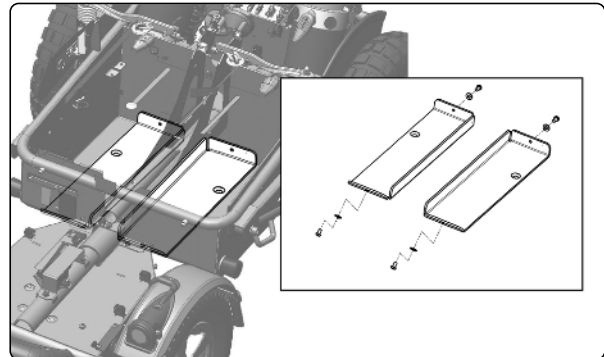

Bild 1. Förstärkningsplattor med tillhörande skruv och brickor
2. Sänk ner förstärkningsplattorna i respektive batteriutrymme. Lägga märke till att plattorna är höger- och vänsteranpassade. Fixera med bricka och skruv från stolens utsida. *Bild 1.*